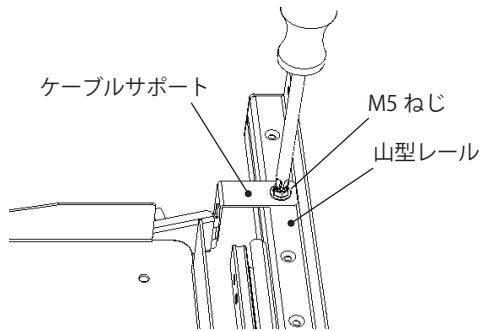

図7
9. 1で外したケーブルサポートをM5ねじで山型レールに固定してください。(図7)